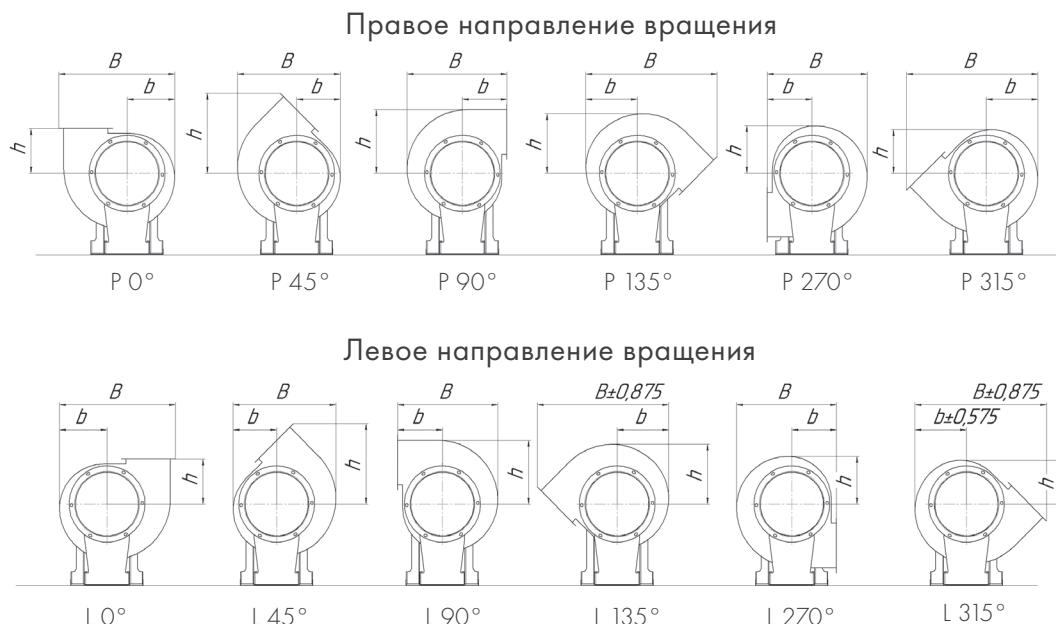

Рисунок 15 – Направление вращения и углы поворота спирального корпуса радиальных вентиляторов
- Углы поворота отсчитывают по направлению вращения рабочего колеса (рисунок 15): Р – правого, L – левого вращения